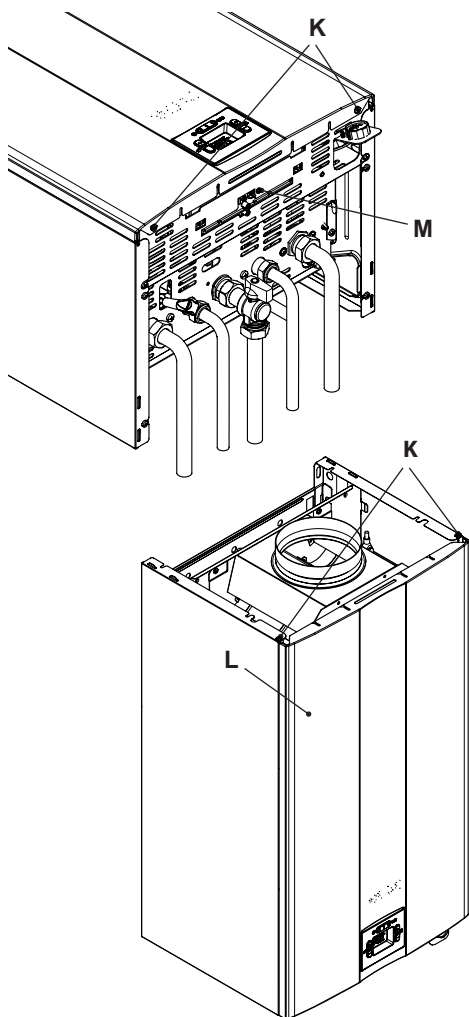
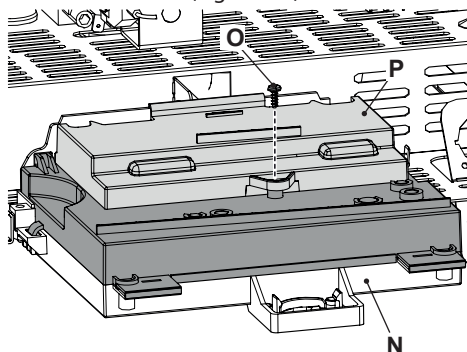

Figura 5.5
Figura 5.6
- Svitare le viti **K** e rimuovere il pannello frontale **L** tirandolo a sé Figura 5.5.
- Svitare la vite **M** (Figura 5.5) e ruotare il pannello comandi **N**, come illustrato in (Figura 5.6).
e sonda esterna (Figura 5.6).